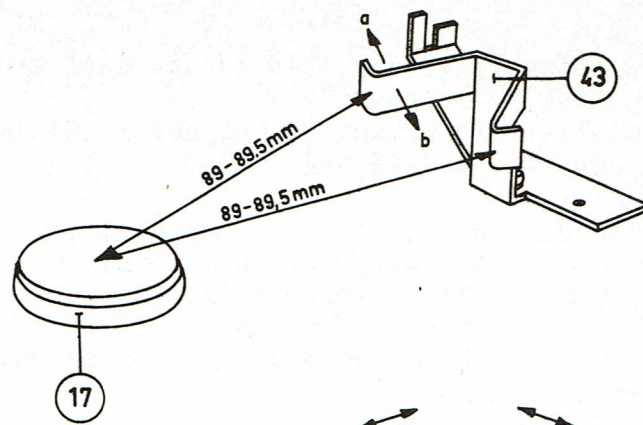

Fig.27
P. EQUERRE D'ARRET 43 (fig. 27)
(voir fig. 27).